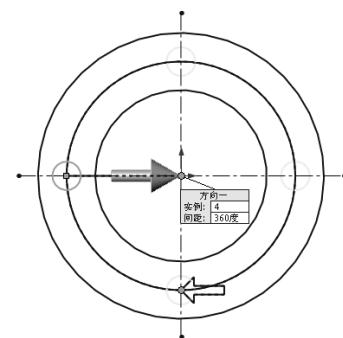

图 3-73 选择要阵列的圆草图实体
- 在 PropertyManager 中，在“要阵列的实体”下选择要阵列的圆草图实体，如图 3-73 所示。